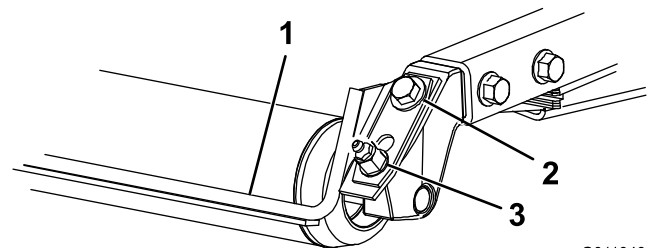

Bild 8
1. Lösen Sie die Schmiernippel und Befestigungsschraube (Bild 8).